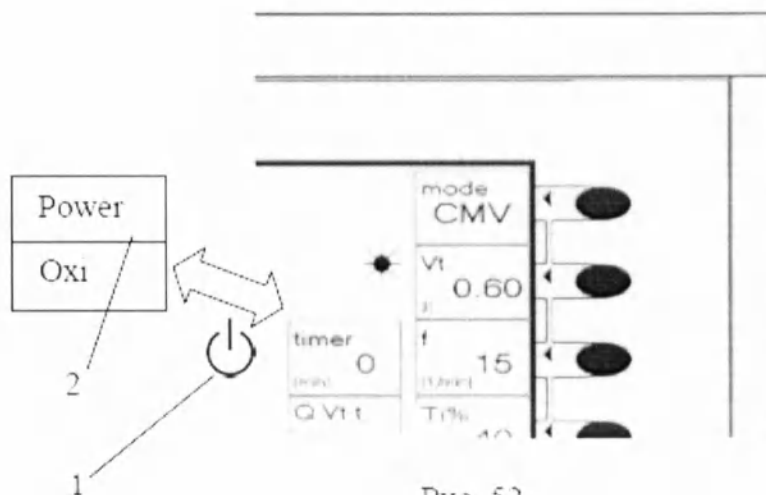

Рис. 52
- отключите центральный сетевой выключатель (4 – рис. 3). В информационном окне появится мигающий графический символ (1) (см. рис. 52) со звуковым сигналом, который информирует персонал об отключении центрального сетевого выключателя, при этом аппарат продолжает находиться в рабочем состоянии, питаясь от собственного внутреннего источника электрической энергии.